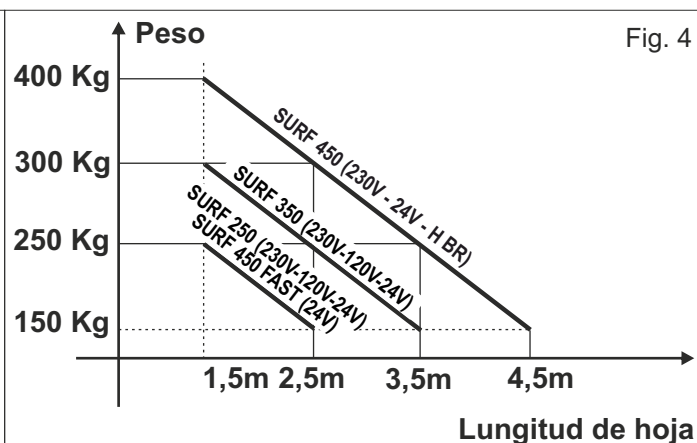

Fig. 4
- B.** la longitud de cada hoja no exceda las medidas soportadas por cada modelo (ver gráfico en Fig. 4)
- C.** el peso de cada hoja no exceda el peso soportado por cada modelo (ver gráfico en Fig. 4)